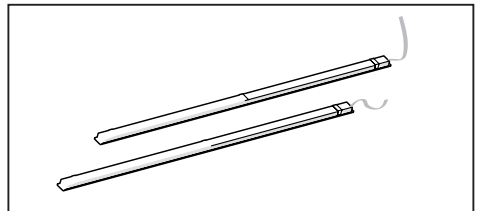

Fig.8
• Sostituzione delle lampade LED (fig.8)